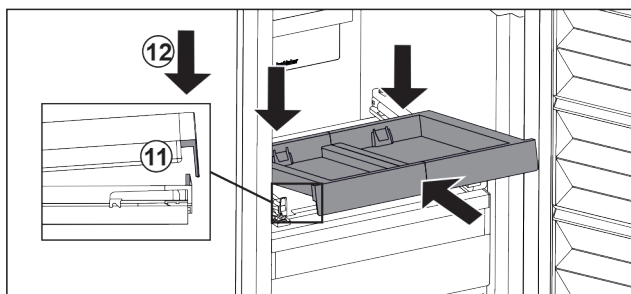

Fig. 103
- ▶ Skyv den skrått inn. Pass på at begge sider av anslaget er bak tappren. Fig. 103 (11)
- ▶ Sett ned uttrekksplaten foran. Fig. 103 (12)